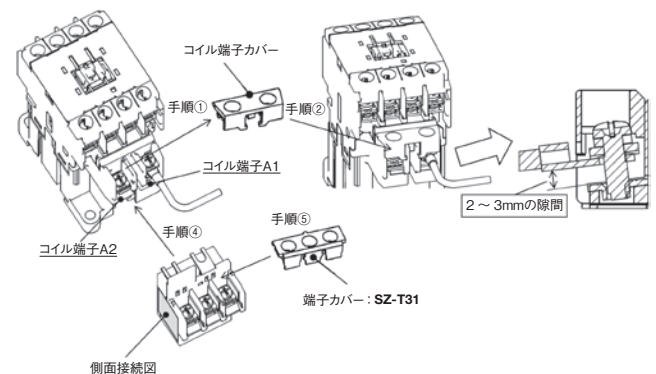

図2
※ 丸形圧着端子をご使用の場合の取付方法 (図2)
- ③ サーマルリレーを矢印の方向に押し込み、サーマルリレー下部が単独設置ユニットのフック2箇所確実にハマっていることを確認してください（図2）。